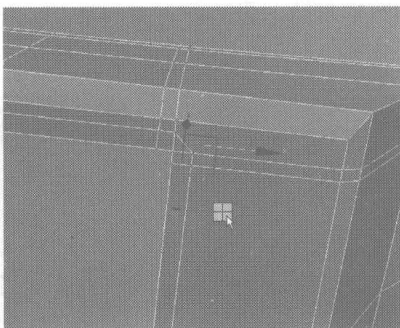

图 4.358
- 26** 选择如图 4.358 所示倒角后的两个节点,单击右键,在弹出的快捷菜单中选择 Collapse 命令,将这两